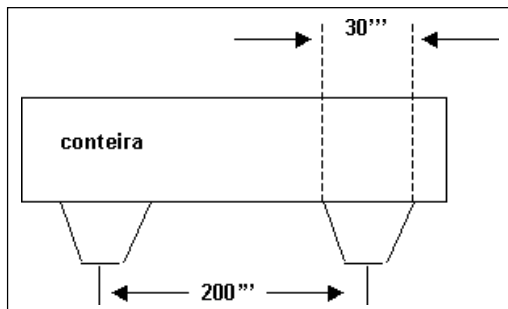

Fig 5-3. Deslocamento angular da pá da coneira
h. Comandar o conteiramento da peça - O C4 e o C5 deslocam as flechas, empunhando o leme de pontaria, de acordo com a indicação do C1. Este comanda o conteiramento, levando para trás o braço direito até que este fique próximo a horizontal, mão espalmada de modo que a palma desta fique voltada para o lado que deseja o deslocamento das flechas. Quando o C1 volta a palma da mão para baixo e bate com ela de encontro ao corpo, os conteiradores cessam o deslocamento das flechas. A Fig 5-3 permite uma observação prática do deslocamento angular.